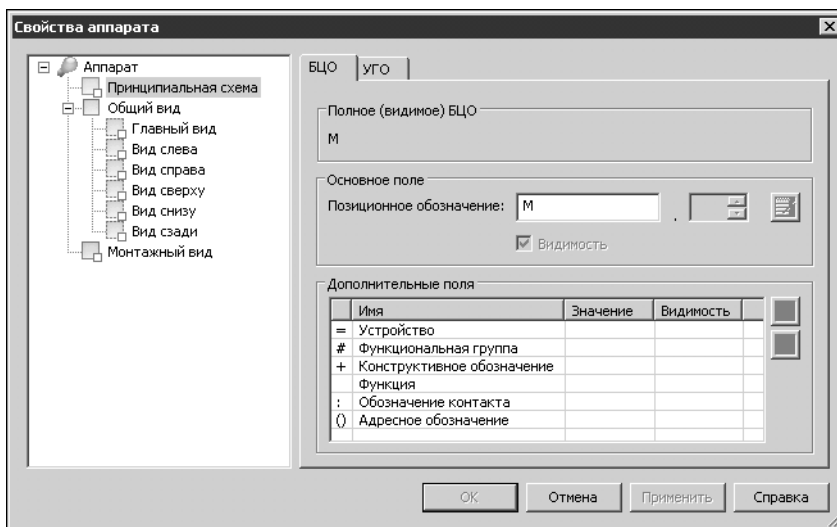

Рис. 21.5. Диалог свойств аппарата
- После выбора аппарата на экране откроется диалог **Свойства аппарата** (рис. 21.5).